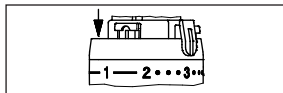

Fig. 7
2. Para limitar el rango de control mínimo, uno de los clips limitadores debe colocarse en la ranura inmediatamente anterior a la posición “2” (fig. 7).